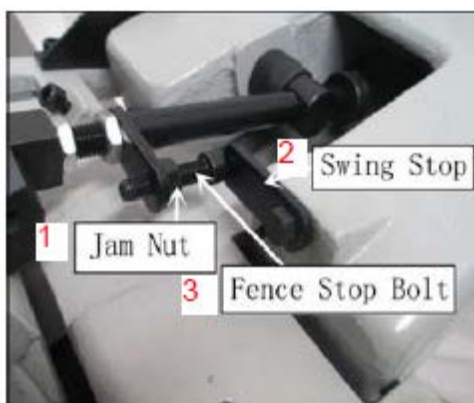

Рис. 15: 1 – контргайка, 2 – качающийся упор, 3 – болт упора параллельного упора
2. Перекинуть качающийся упор на 90° в положение, показанное на рис. 15.
3. Ослабить контргайку на упорном болте под 90° параллельного упора, рис. 15.